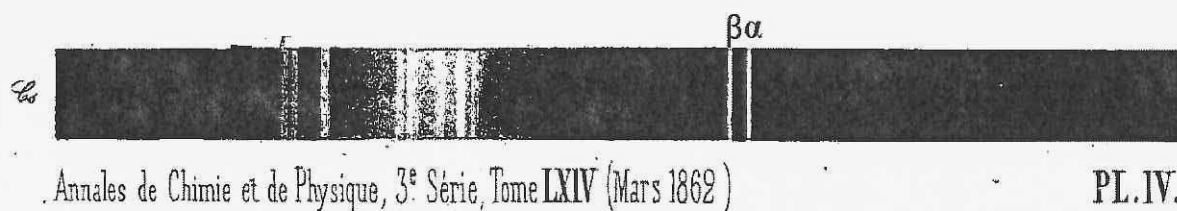

Figure 2
En 1861, Kirchhoff et Bunsen mettent en évidence un nouvel élément, le césium, grâce à son spectre de raies. (**figure 2**).
1.4. Faire un bilan des forces appliquées sur la masse m lorsqu'elle est dans la position indiquée sur la **figure 2**. Représenter les vecteurs forces sur le schéma fourni en **ANNEXE** sans souci d'échelle. Aucun calcul n'est demandé.